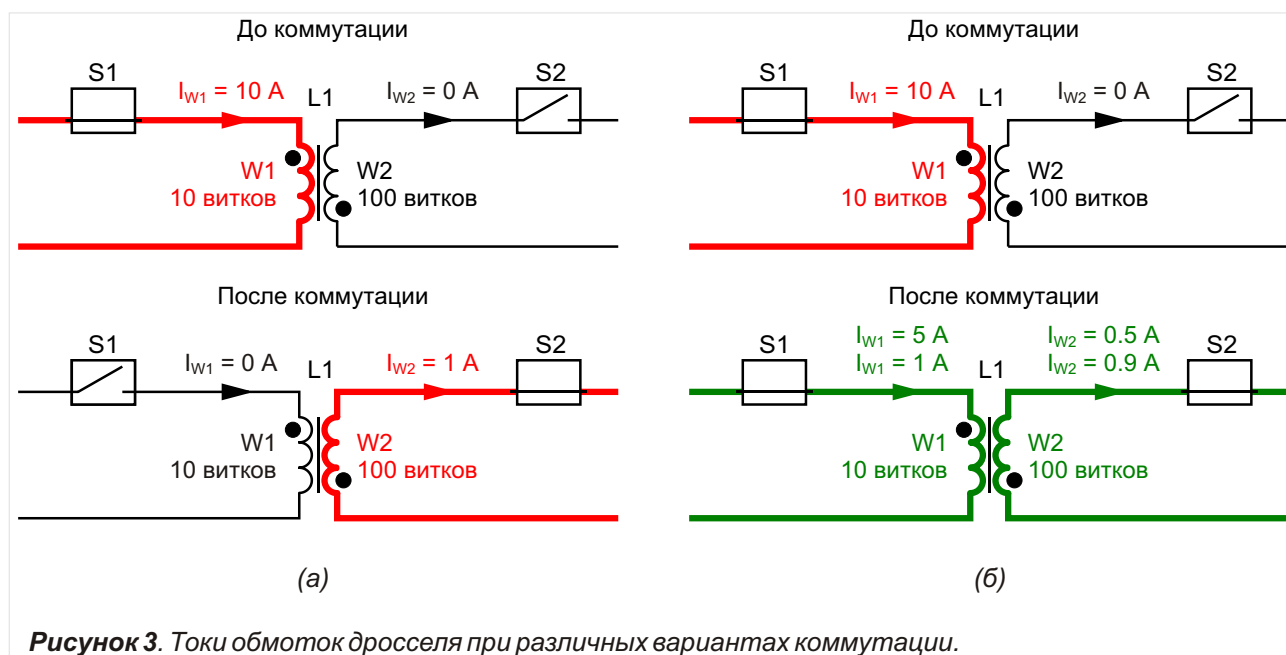

Рисунок 3. Токи обмоток дросселя при различных вариантах коммутации.
Пусть до коммутации по обмотке $W1$ протекал ток $I_{W1} = 10$ А. Если после коммутации ток будет протекать только по обмотке $W2$, он будет равен $I_{W2} = 1$ А (Рисунок 3, а). А вот если
Если же токи будут протекать по нескольким обмоткам одновременно, что имеет место в многоканальных преобразователях, то однозначно ответить, чему они будут равны, не зная остальных параметров схемы, невозможно, поскольку существует множество допустимых комбинаций их значений. Например, они могут быть равны $I_{W1} = 5$ А и $I_{W2} = 0.5$ А или $I_{W1} = 1$ А и $I_{W2} = 0.9$ А (Рисунок 3, б), но, в любом случае, полный ток (7) и связанный с ним магнитный поток останутся неизменными.